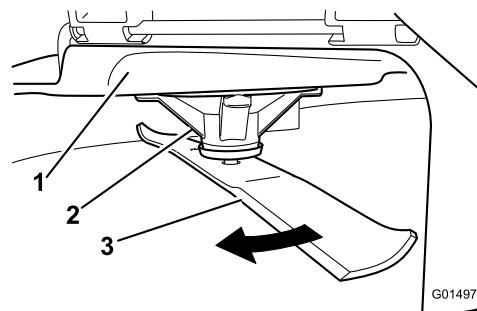

Figura 76
2. Llevando guantes fuertemente acolchados u otro tipo de protección apropiada para las manos, gire lentamente la cuchilla hasta una posición que permita medir la distancia entre el filo de corte y la superficie nivelada en la que descansa la máquina (Figura 76).